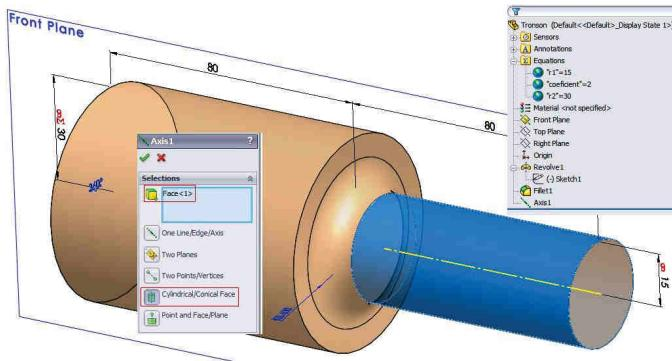

Fig. 11.8
- Se va selecta muchia din fig. 11.8, generând în zona grafică o previzualizare a racordării.
- Select the face from fig. 11.8; a preview of the fillet appears in the graphics area.